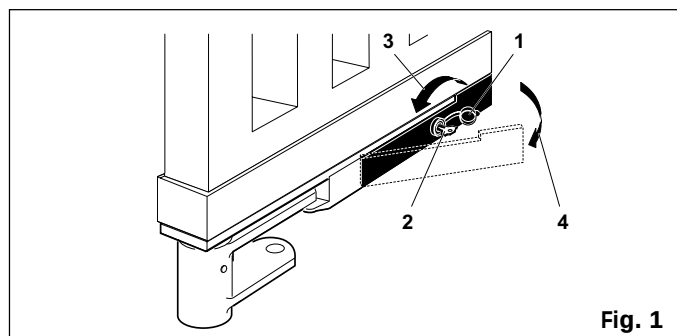

Fig. 1
Le dispositif est fixé sur la patte de support du portail (fig. 1-rep. 6) et permet de débloquent le système tant de l'intérieur que de l'extérieur de la propriété.
Lubrifier périodiquement l'axe et la bille dans la patte de support à travers le trou prévu à cet effet fig. 1-rep. 13.
Toujours maintenir lubrifiés les axes de l'ensemble bielle-manivelle, le pignon et l'engagement de la serrure sur la patte de blocage (fig. 1-rep. 5) et vérifier l'efficacité du système de déverrouillage qui permet le fonctionnement manuel.
- ouvrir le capot de protection de la serrure (fig. 1-rep. 1)
- insérer la clé de déverrouillage dans la serrure (fig. 1-rep. 2)
- tourner la clé dans la direction du piliers jusqu'à l'arrêt (fig. 1-rep. 3)
- tirer la clé vers soi (fig. 1-rif. 4)